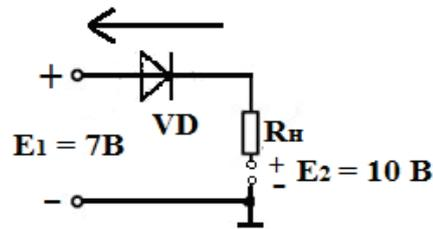

Рис.1.3
2. Направление тока соответствует $I_{обр}$, то есть к диоду приложено $U_{обр} = E_2 - E_1 = 10 - 7 = 3V$ (рис. 1.3)